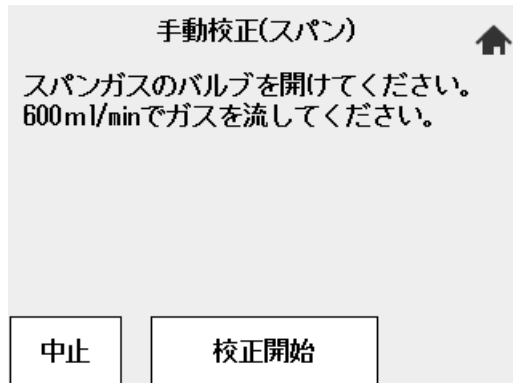

図5.18 スパンガス流量の確認
- (3) 図 5.18 の画面のメッセージに従い、スパンガスを流します。流量設定器のスパンガス流量設定バルブを開き、流量を 600 ± 60 mL/min に調整します。バルブはロックナットを緩めた上、バルブシャフトを反時計方向へゆっくりと回してください。流量の確認は校正ガス流量計で行います。